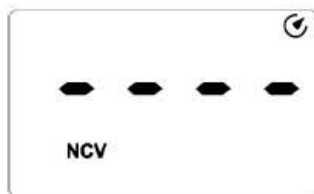

Figure 10
9. MĂSURARE NCV (detectare fără contact a tensiunii AC) (fig.10)